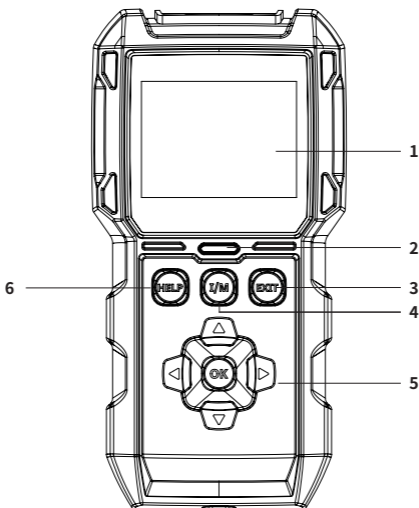

Figura 2.1.1
1. Pantalla: La pantalla a color de 2,8" muestra menús, submenús, resultados de pruebas, funciones específicas, información de estado del monitor. Para obtener más detalles, consulta la siguiente sección Menú principal e íconos de la pantalla de inicio. (Ver la Figura 2.1.1)